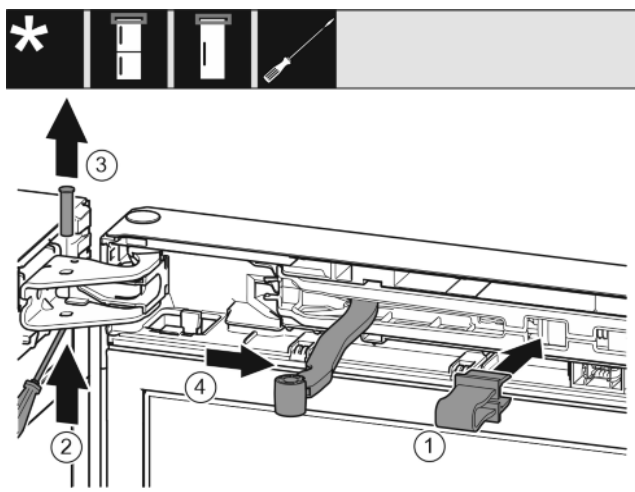

Fig. 7
- Pattintsa be a biztosítékot. Fig. 7 (1)
- Pattintsa be a biztosítékot a nyílásba. Fig. 7 (1)
- Tolja ki a csapszeget csavarhúzóval. Fig. 7 (2)
- Vegye ki a csapszeget felfelé. Fig. 7 (3)
- Forgassa az ajtó irányába a csuklót. Fig. 7 (4)